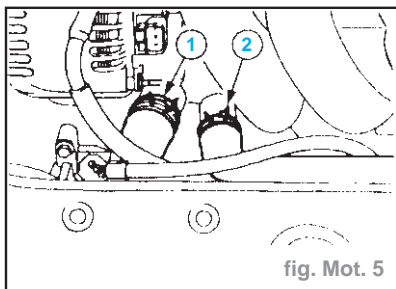

fig. Mot. 5
- Déposer : (fig. Mot. 5)
- la durit de refroidissement (1),
- la durit de chauffage (2).